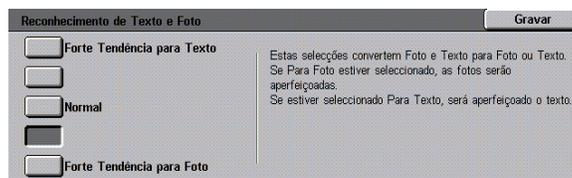

Figura 48: Valores para Texto e Foto
- Selecione a caixa que indica o devido valor de nível de qualidade de imagem para Texto e Foto, tal como ilustrado na Figura 48.